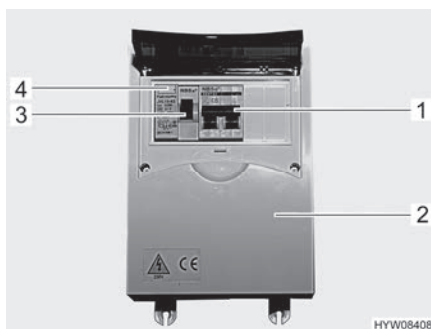

Bild 101 230 V-säkringslåda med ledningsskyddsbrytare och FI-brytare
- Koppla från ledningsskyddsbrytare (Bild 101,1) i säkringslådan (Bild 101,2).
- När fordonen är anslutet till 230 V-försörjningen, tryck på kontrollknappen (Bild 101,4) på jordfelsbrytaren (FI-brytare) (Bild 101,3) i säkringslådan (Bild 101,2). Jordfelsbrytaren måste lösa ut.
- Slå på jordfelsbrytaren (Bild 101,3) igen.
- Koppla från ledningsskyddsbrytaren (Bild 101,1) i säkringslådan (Bild 101,2).